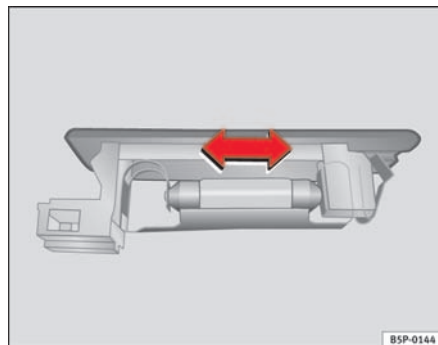

Fig. 195 Luz do porta-bagagens
- Pressionar a lâmpada na parte lateral e extraí-la do respectivo alojamento ⇒ fig. 195. ■